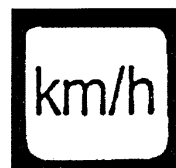

fig.12
4.3.5 De toets "snelheid" (fig.12)